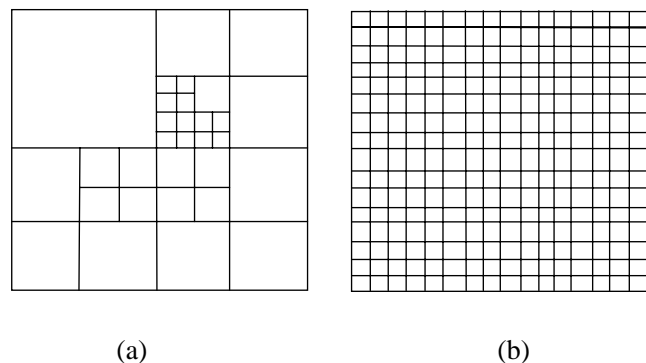

図 11: スカラ計算機、ベクトル計算機での違い
複雑なメッシュデータに対してPVR処理を高速で行うのは困難である。その理由は、①隣接情報を事前に作成しておく必要がある。②階層構造でデータを扱うのは効果的であるが、非構造格子について階層構造を作ることは難しい。③不規則な形状ではPVRの合成処理が複雑になる。④点の同定が構造化メッシュに比べて非常に困難である。そこで効率よい処理のために直交メッシュへの変換が必要である。しかしながら、同等の精度を維持してこの処理を行うと随分大きなメモリスペースが必要となる。またボリュームレンダリングの処理に時間がかかってしまう。そこで通常は8分木手法による階層型データ構造を採用する。これにより、トータルのボクセルの数を減らしても、内部情報の詳しくさは維持できる（図11(a)）。
一方、ベクトル計算機ではBONOはベクトル化されないため効率的ではない。そのため従来型の直交メッシュへの分割を行い1次元配列での処理となるようにしている。これによりベクトル化が実現できる（図11(b)）。